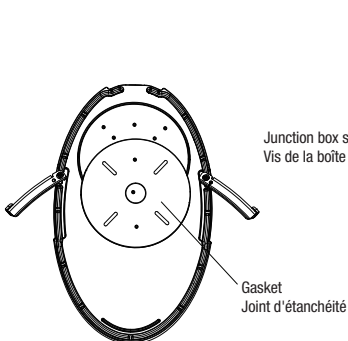

Fig. 1E
5. Peel off the yellow sticker and paste the gasket on the round area of the rear housing (Fig. 1E).
5. Décollez l'autocollant jaune et collez le joint d'étanchéité sur la zone ronde du boîtier arrière (Fig. 1E).